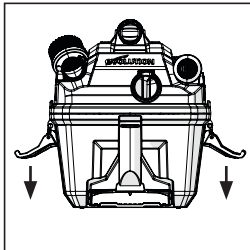

FIG. 4
- Ta bort våt-/torrdammsugarens drivenhet genom att dra utåt på lådklämmorna som finns på båda sidorna av dammsugaren. Lyft av drivenheten. (Fig. 4)